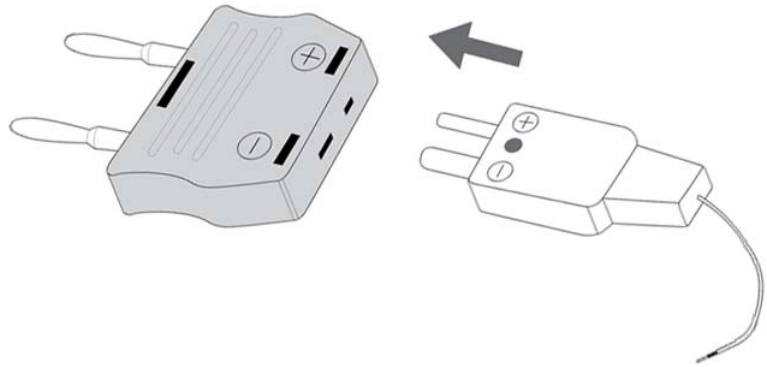
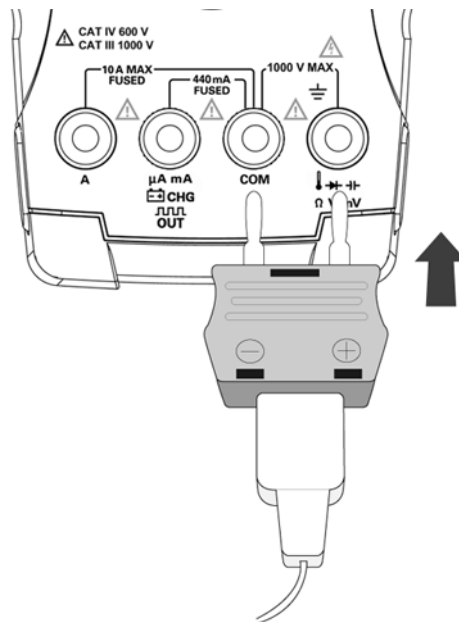

Figura 2-15 Connessione della sonda del terminale all'adattatore di trasferimento senza compensazione
Figura 2-16 Connessione al multimetro della sonda con l'adattatore
- 2 Connettere la sonda termica miniaturizzata nell'adattatore di trasferimento senza compensazione, come illustrato nella Figura 2-15. Connettere quindi la sonda termica con l'adattatore ai terminali di ingresso del multimetro, come illustrato nella Figura 2-16.